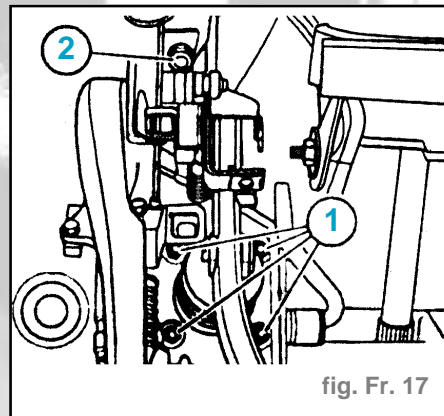

fig. Fr. 17
- Déposer le cache (2).
- Débrancher du servofrein le flexible de dépression (3).
- Desserrer les écrous (1...2) (fig. Fr. 17).